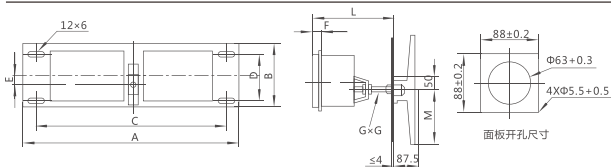

图9 HH15/QAS、QPS外形及尺寸
6.3 HH15/QAS、QPS外形及安装尺寸 (见图9及表5)